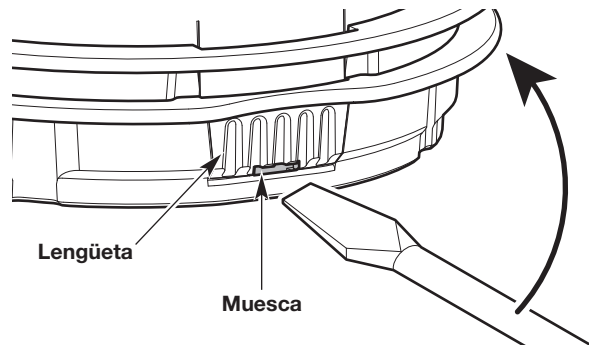

Fig. 27
- a. Inserte un destornillador de cabeza plana en la ranura de la lengüeta (Fig. 27).
- b. Incline levemente el destornillador hacia arriba y sosténgalo en el lugar (Fig. 27).